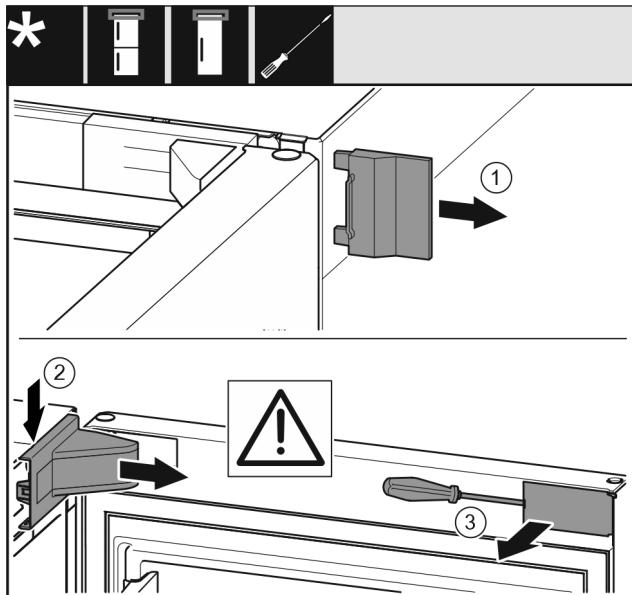

Fig. 10
- Снимите внешнюю крышку Fig. 10 (1).
- При помощи отвертки отцепите крышку опорного кронштейна Fig. 10 (2) и снимите ее.
- При помощи шлицевой отвертки отцепите накладку Fig. 10 (3) и отведите ее в сторону.